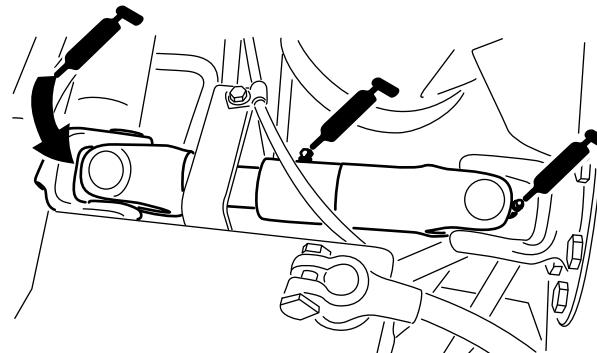

Figura 46
- Articulación de cardán del árbol de transmisión de la bomba (3)—Figura 46